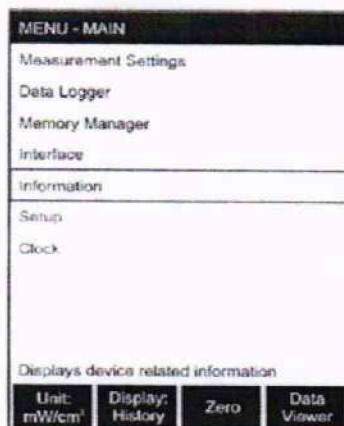

Рисунок 6 – Экран монитора ПК в меню MAIN
8.3.10 Открыть меню MAIN, нажав клавишу ОК, наблюдать рисунок 6.